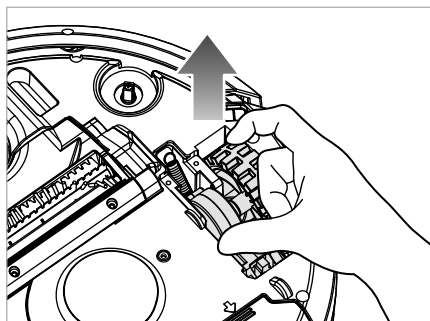

Fig. 21
- 3) Sortez légèrement la roue 20/34 de l'appareil en la tirant et nettoyez-la avec un chiffon humidifié ou la brosse de nettoyage 11 (voir fig. 21 et 22). Si besoin, essuyez aussi le compartiment de roue.